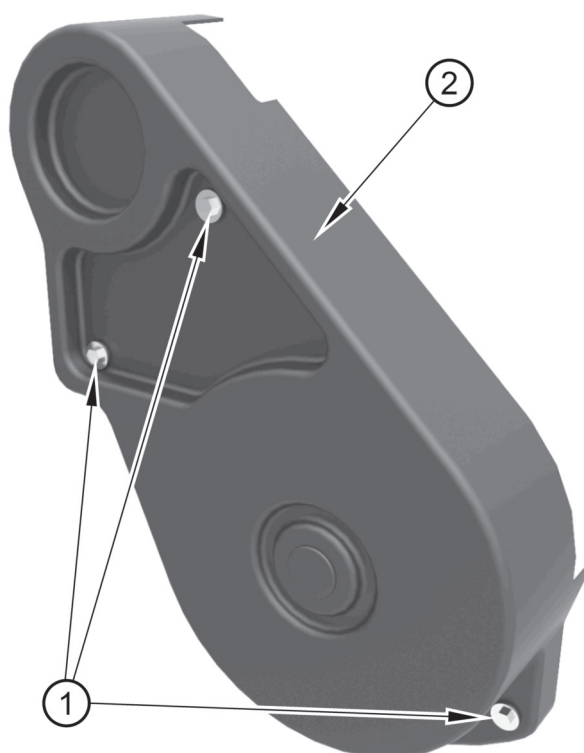

Figure 14
1. Desserrez les vis (figure 14, repère 1) et déposez la protection (repère 2).